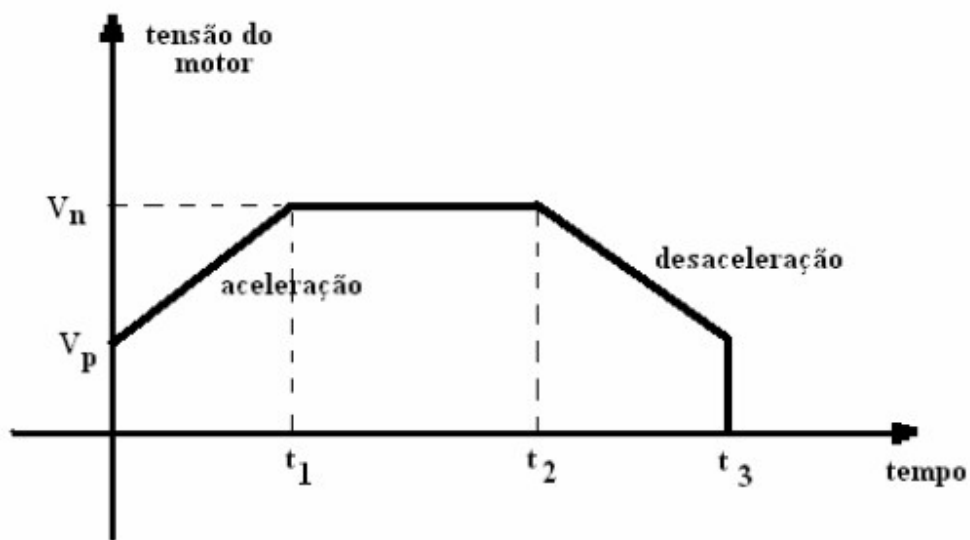

Figura 5: Rampa de aceleração e desaceleracao proposta
3. Qual a indicação da potencia aparente fornecida a carga (KW) pelo motor e o seu parametro P.
9. Acione o motor de acordo com a rampa de aceleracao e desaceleracao apresentada na Figura 5. Indique os valores dos parametros P utilizados.